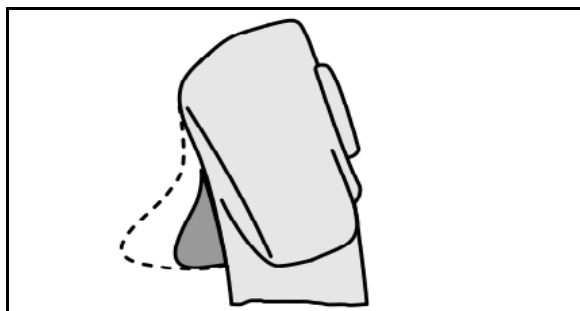

Рис. 116
- с джойстиком в соответствии с Рис. 116;